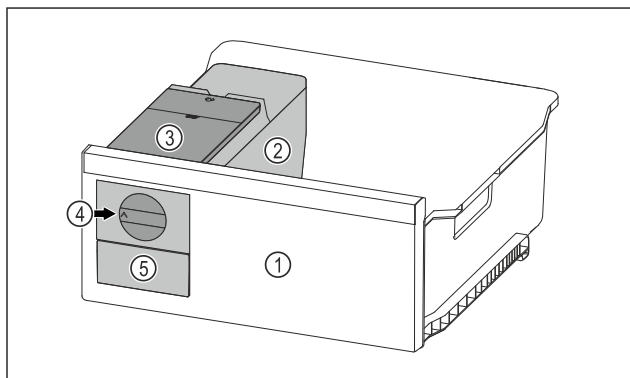

Fig. 28 Przykładowa prezentacja
- ▶ Pokrętko Fig. 28 (4) obrócić zgodnie z ruchem wskazówek zegara.
- ▶ Kostki lodu wypadają do pojemnika na kostki lodu w szufladzie na kostki lodu Fig. 28 (5). Jeżeli nie wszystkie kostki lodu zostaną zwolnione z pojemnika na kostki lodu: